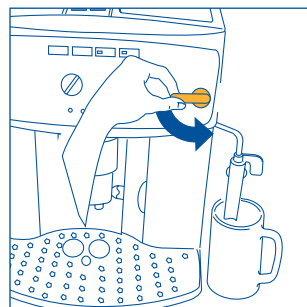
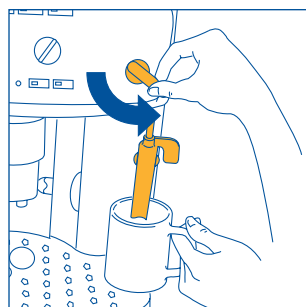
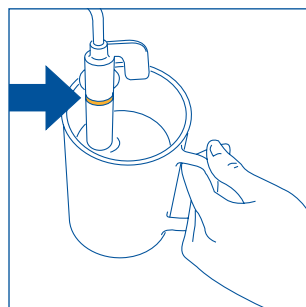

Fig.5
Fig.23
Fig.24
3. **STRAKS EFTER, INDEN DER ER GÅET HØJST 30 SEKUNDER**, drej dampbetjenings knappen mod uret så langt den kan komme (fig.5) (det er normalt, at maskinen larmer).
- Drej dampbetjeningsknappen en halv gang mod uret så langt den kan (fig. 5): det varme vand løber ud af cappuccinoadapteren og begynder at fylde den nedestående beholder op.
- Straks efter, inden højst to minutter** (ellers går maskinen automatisk tilbage til funktion kaffebrygning), sænk cappuccinoadapteren ned i mælkebeholderen (fig. 23), men vær opmærksom på ikke at overdække mærket på cappuccinoadapteren (det vises med pilen på fig. 24). Drej dampbetjeningsknappen en halv gang mod uret, så langt den kan komme (fig. 5). *(Pas på ikke at skolde sig)*. På grund af dampen, der løber ud af cappuccinoadapteren, begynder mælken at svulme op og at få et cremet udseende. For at opnå et mere cremeagtigt skum, sænk cappuccinoadapteren ned i mælken, og drej beholderen med langsomme bevægelser nedefra og op. (Det tilrådes at lede damp i højst 2 minutter ad gangen).
- Lad lidt vand eller damp slippe ud i et par sekunder ved at dreje dampbetjeningsknappen mod uret helt i bund (fig. 5). Med denne operation kommer damprøret af med eventuel tiloversbleven mælk. **VIGTIGT:** Af hygiejniske grunde anbefales det altid at foretage denne operation for at undgå at der bliver mælk siddende i de indvendige kredsløb i cappuccinoadapteren.